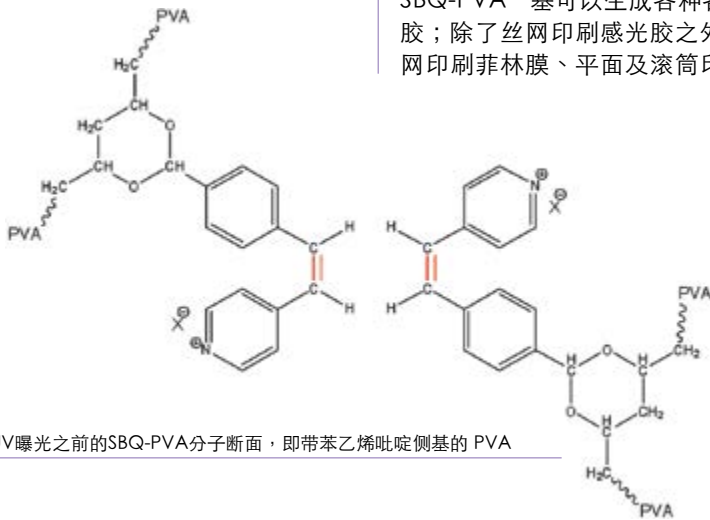

图 1：UV 曝光之前的 SBQ-PVA 分子断面，即带苯乙烯吡啶侧基的 PVA
上世纪 80 年代期间，一种来自日本的新型技术，挤进了丝网印刷市场。这就是基于 SBQ 的单组分感光胶技术。缩写词 SBQ 来自产品名“Stilbenium quarternised”，具体意思是指一种水溶、UV 光敏感的二苯乙烯基团，与感光胶中的聚乙烯醇 (PVA) 化学键合 (参见图 1)，如此一来，第二组分感光的重氮化合物就没有存在的必要了。因为它是一种单组分产品，SBQ 感光胶技术不仅一炮而红，而且还同时为替代的双固化重氮技术贡献了完整的改善。如今这两种技术已在市场中牢牢站稳，而可互补，也就是说，SBQ 敏化产品中也能找到双固化技术，而实现想要的特定属性，SBQ 感光胶亦可以加混重氮化合物。
在上述的医学研制过程中，发现水溶性 SBQ-PVA 的快速交联及对于 UV 光的不溶性，也适合于其它应用，尤其是丝网印刷 (6) - 因 UV 光交联的 PVA 已被使用很长时间了。对照重氮敏感感光胶，SBQ 组分不在使用前混合，但会在生产期间于感光胶内与 PVA 化学键合 (参见图 1)，以形成一种单组分感光胶。利用 SBQ-PVA 基可以生成各种各样的感光胶；除了丝网印刷感光胶之外，还有丝网印刷菲林膜、平面及滚筒印刷的织物
SBQ-PVA 的生产并不难；生产可能性亦已被频频述及 (7)。生成的 SBQ-PVA (参见图 1) 具高 UV 反应性，而且一定比重氮敏化感光胶更容易起反应。这一点对于 SBQ 产品而言却无关紧要，不管汞 UV 灯是掺杂铁或是采用镓化合物，而我们的调查结果亦显示相关差别非常小。
SBQ-PVA中包含的二苯乙烯基团原则上可利用其它化学基团改性，而且吡啶分子的阴离子（参见图1）可互换，所以可设想出更多单组分感光胶的变种。由于苯乙烯吡啶分子易于获取和配准，所以我们大都将自己局限于该种类的范围之中，但可想而知，以特定的性能配置及未来的销售市场，其它版本亦可能研发。■